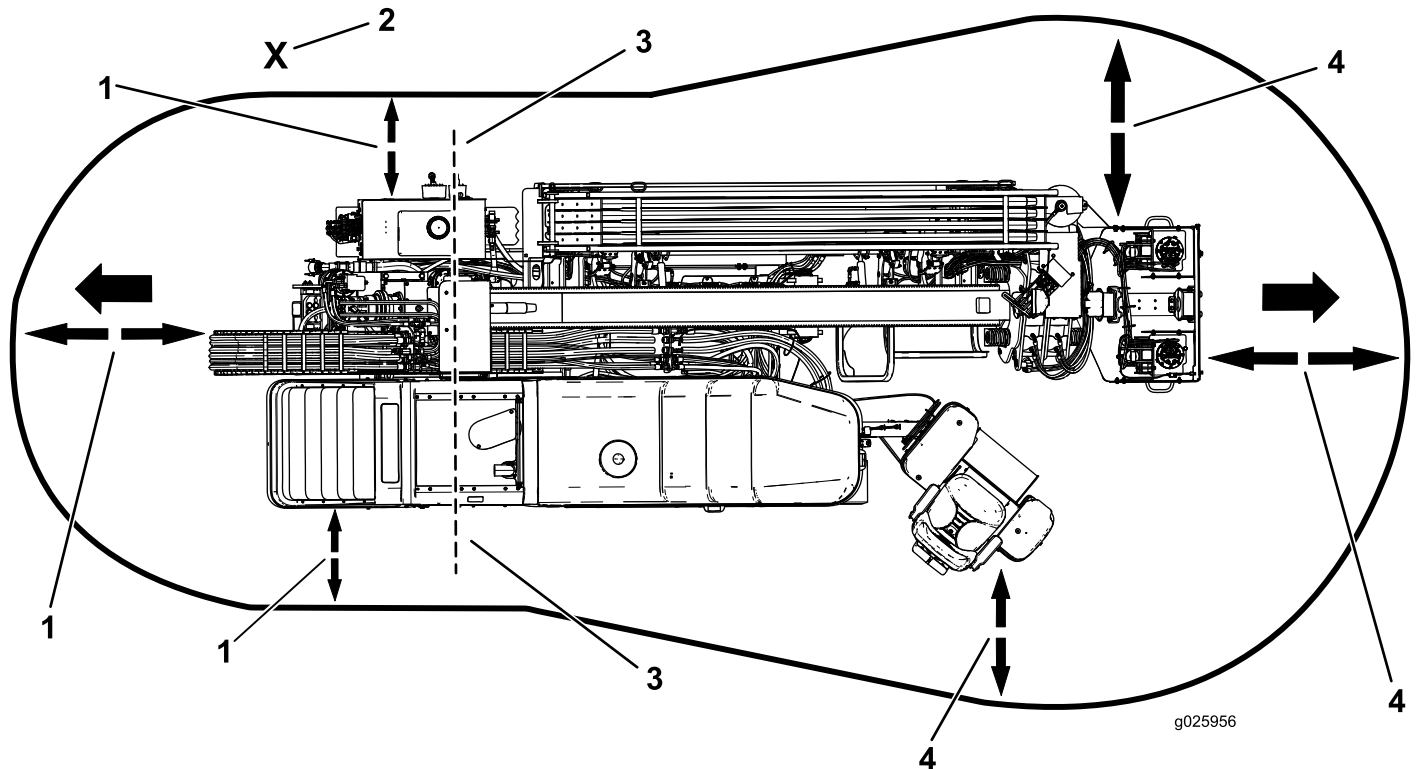

Figura 3
- Opere o controle a cabo na lateral da máquina e fora da zona de perigo (**Figura 3**).